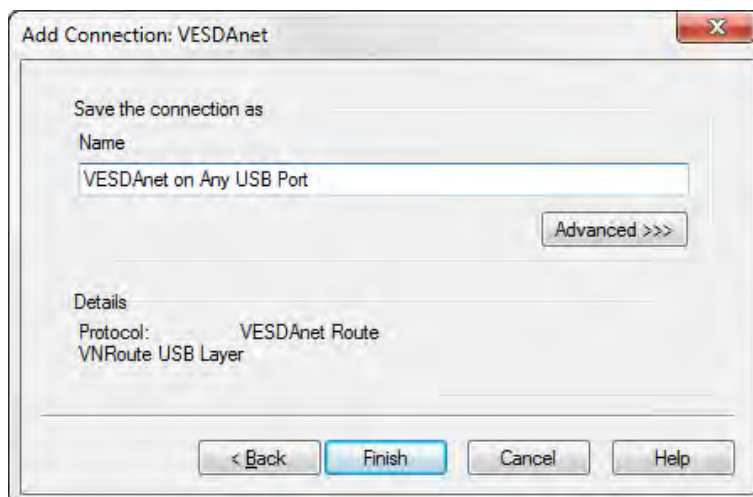

Рис. 5-4: Ввод имени подключения
2. Введите уникальное имя для подключения или примите предварительно созданное имя, а затем нажмите кнопку **Finish** (Готово) (Рис. 5-4).